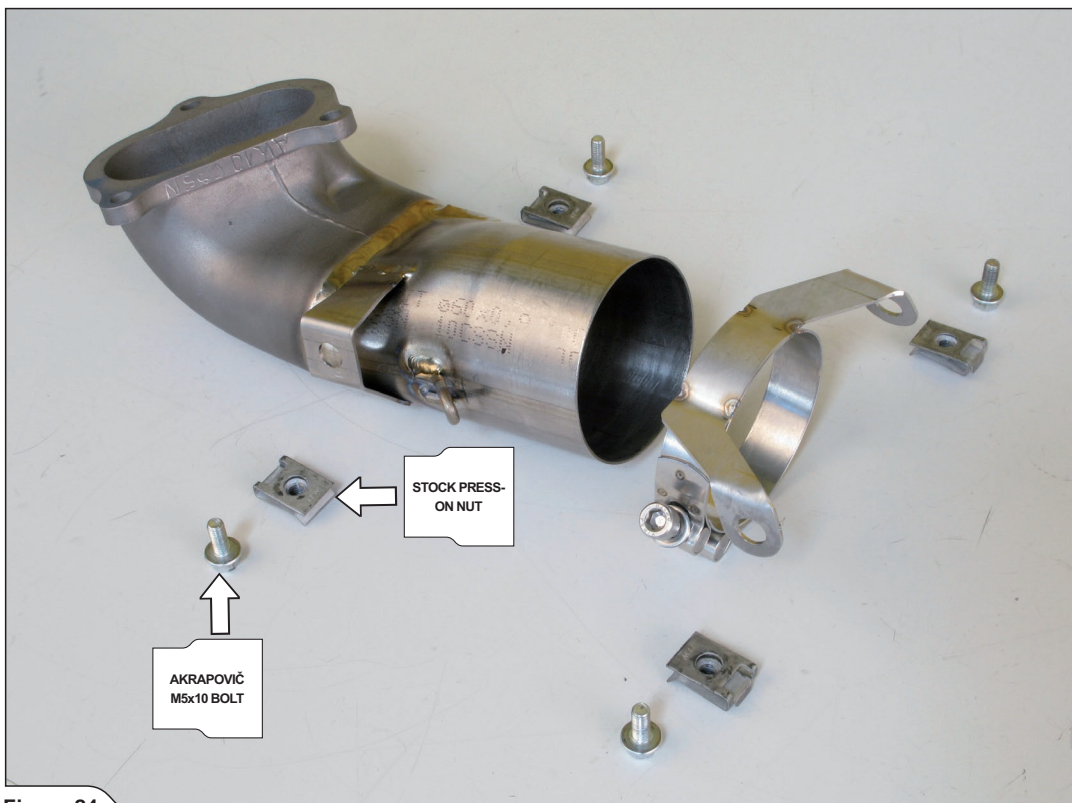

Figure 24
1. Poser les pare-chaleur d'origine sur le tuyau du collecteur avant, à l'aide des écrous à pression d'origine, des étaux de fixation et des boulons contenus dans le kit d'installation Akrapovič ; accrocher le ressort comme indiqué (Figures 24, 25).
1. Die Original-Wärmeschutzteile am vorderen Krümmerrohr montieren, dabei die Druckmutter, die Klemmfäuste und die Bolzen aus dem Akrapovič Installationskit verwenden. Die Feder wie angegeben anschließen (Figure 24, 25).